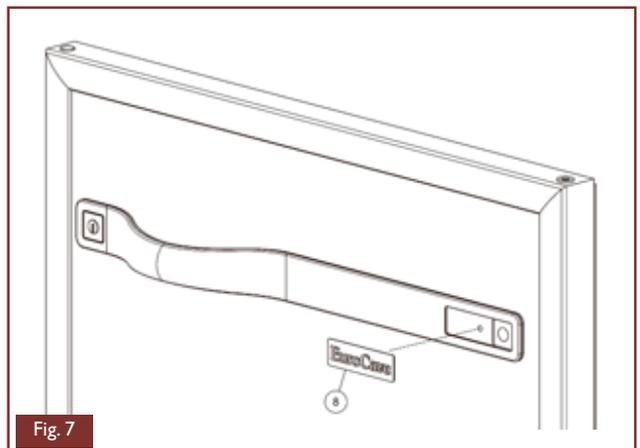

Fig. 7
- Collez le logo adhésif « EuroCave » (8), voir Fig.7